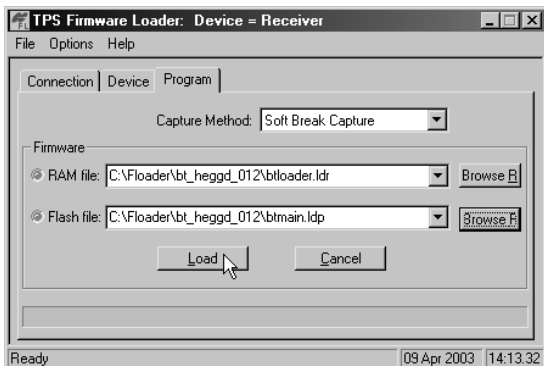

Figura 4-24. Configuraciones de la Pestaña Program
3. Seleccione la pestaña **Program** y defina el Capture Method (Método de Captura) a Soft Break Capture (recomendado) (Figura 4-24).
4. Busque y seleccione el archivo RAM del archivo RAM y del archivo Flash del modulo Bluetooth (Figura 4-24).